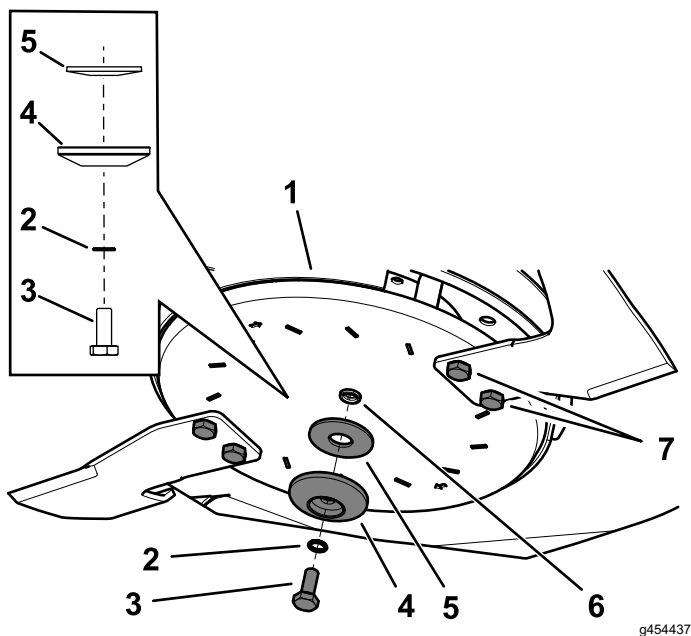

図 105
2. スピンドルシャフトからブレードボルト、鋸歯ワッシャ、ブレードリテーナ、湾曲ワッシャを取り外す 図 105。
3. ブレードアセンブリを取り外す 図 105。